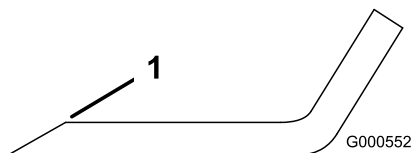

Figure 91
1. Au moyen d'une lime, aiguissez les tranchants aux deux extrémités de la lame (Figure 91).
Remarque: Si la lame est déséquilibrée, limez un peu l'extrémité de l'ailette seulement (Figure 91).